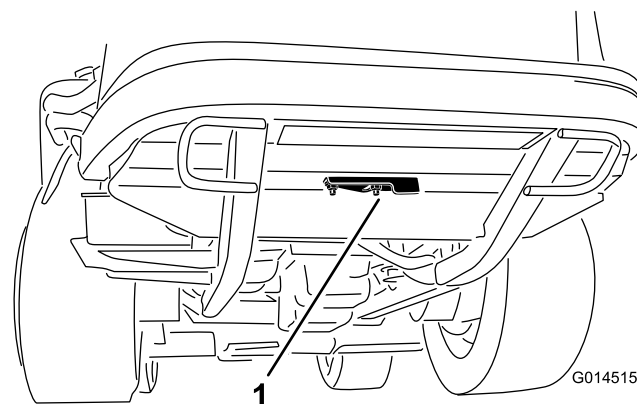

Figura 34
2. Desaperte a porca flangeada que prende a cobertura à parte inferior da estrutura traseira (Figura 34). Rode a cobertura para o lado para expor o furo de limpeza no chassis.